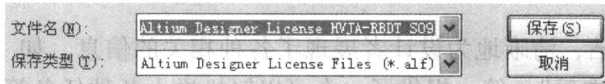

图 1-13 备份许可证文件
4) 单击“产品名称”下方的“保存单机许可证文件”按钮，选择合适的路径，备份一个单机许可证文件，如图 1-13 所示。